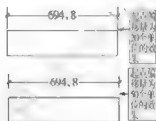

图 5-90
⑤ 起点偏移量 (D): 作用是设置定义点(位于被标注的对象上的点)到尺寸界线的距离。一般情况下,尺寸界线与对象并不接触,这样就可以很容易区分标注和对象,如图5-90所示。
⑥ 固定长度的尺寸界线 (D): 作用是使图形中所有尺寸界线的长度统一,避免在标注复杂图形时出现尺寸线相交现象。